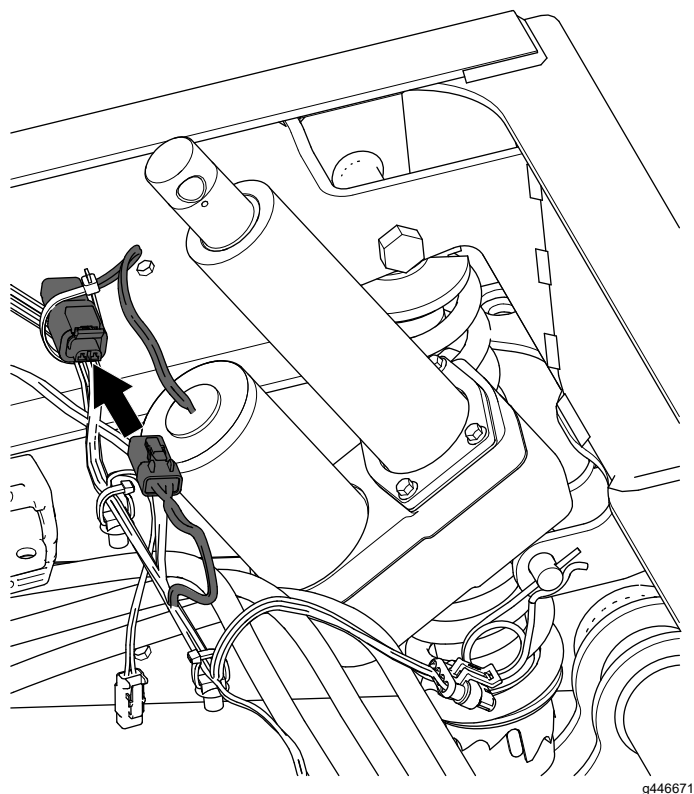

Figure 11
3. Branchez le connecteur à 2 douilles du faisceau arrière de la machine au connecteur à 2 broches de l'actionneur de levage (Figure 11).